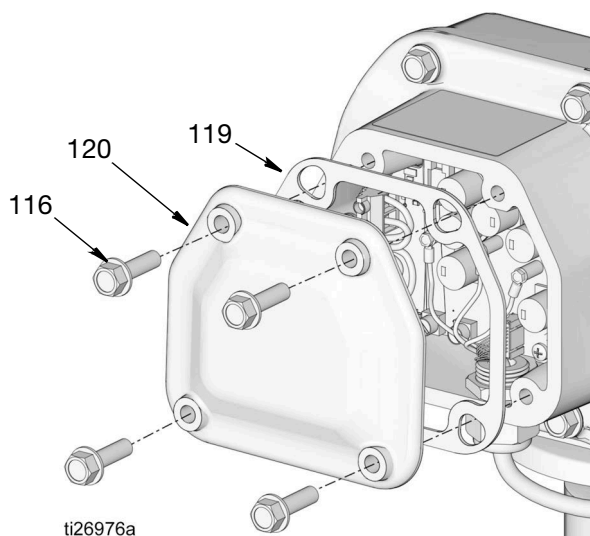

Рис. 65
5. Выкрутите винты (116) из крышки коробки управления двигателем (120) и снимите крышку и прокладку (119) (Рис. 65).